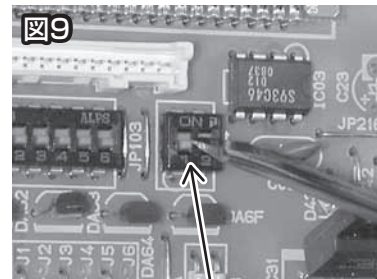

図9
⑥試運転スイッチ(SW4-1)をOFF。→図9
⑦元電源OFF。
⑧延長配管接続部を取りはずす。